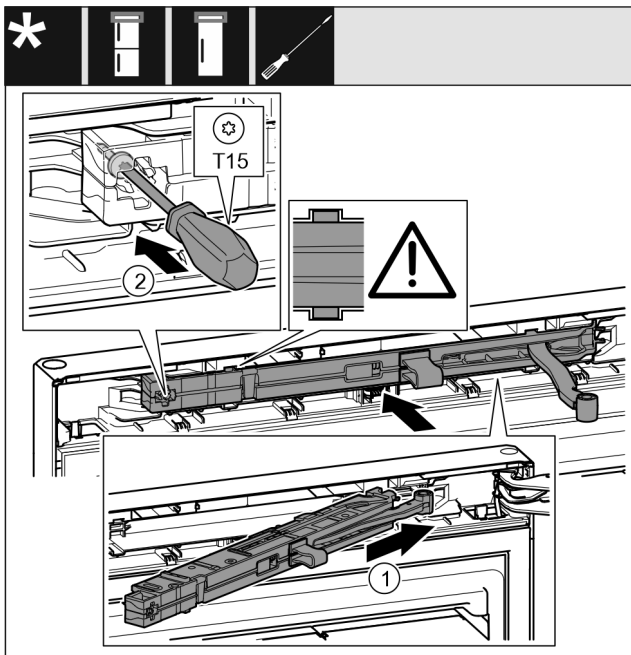

Fig. 20
- Schließdämpfereinheit auf der Lagerbockseite bis zum Anschlag schräg in die Aussparung einschieben. Fig. 20 (1)
- Schraube mit einem Schraubendreher T15 festschrauben. Fig. 20 (2)